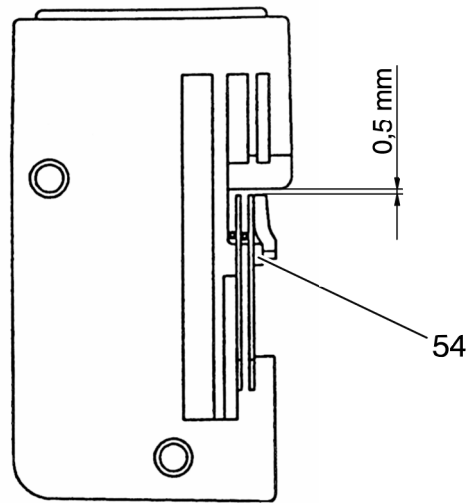

Рис. 34
Отцепной палец 54 должен занимать параллельное игольной пластине положение, а его передний кончик должен выступать примерно на 0,5 мм за кончики пальцев игольной пластины (рис. 34).
- Перемещайте отцепной палец 54 вперед и назад до тех пор, пока его положение не будет соответствовать рис. 34.